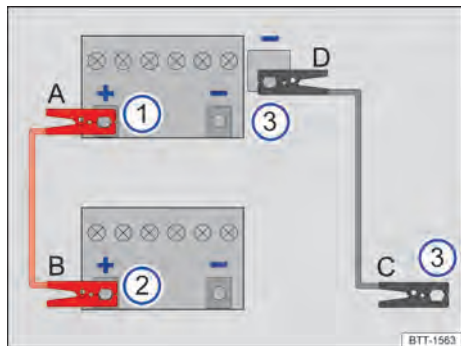

Fig. 162 Esquema para la conexión de los cables de arranque.
Los cables de arranque solo se deberán conectar siguiendo el orden A – B – C – D → fig. 162.
- Conecte un extremo del cable de arranque rojo A al polo positivo + de la batería de 12 voltios del vehículo que la tiene descargada → fig. 162 1 → pág. 236.
- Conecte el otro extremo del cable de arranque rojo B al polo positivo + de la batería del vehículo que suministra la corriente → fig. 162 2.
- Conecte un extremo del cable de arranque negro C preferentemente a una toma para la ayuda de arranque (terminal de masa) del vehículo que suministra la corriente; de lo contrario, al bloque motor o a una pieza maciza de metal atornillada fijamente al bloque motor de este vehículo → fig. 162 3.
- Conecte el otro extremo del cable de arranque negro D preferentemente a la toma para la ayuda de arranque (terminal de masa) del vehículo con la batería de 12 voltios descargada; de lo contrario, al bloque motor o a una pieza maciza de metal atornillada fijamente al bloque motor de este vehículo → fig. 162 3 → pág. 236.
- Desconecte los cables de arranque únicamente en el orden D – C – B – A con los motores en marcha → fig. 162.